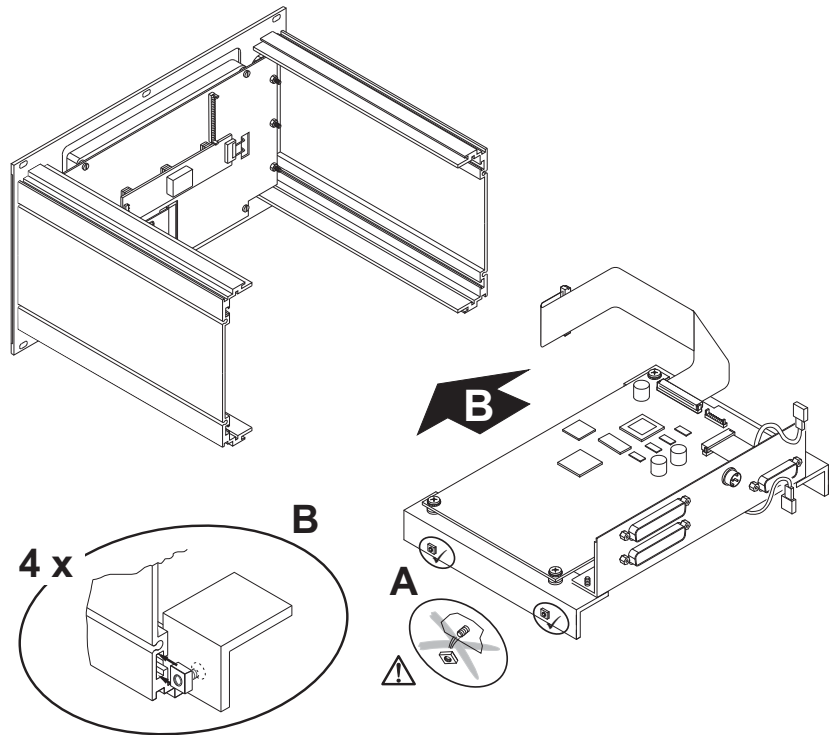

Bild 4-7: Einbau der Hauptplatine
10. Nehmen Sie die Hauptplatine und prüfen Sie, ob die Vierkantmuttern an den Trägerwinkeln locker aufgeschraubt sind, aber nicht abfallen (A). Richten Sie die Kanten der Mutter parallel zu den Winkelprofilkanten aus. Setzen Sie die Winkelprofile von innen auf die unteren Führungen der Seitenwände auf. Schieben Sie die Platine vorsichtig ohne zu Verkanten zwischen die Seitenwände. Führen Sie dabei die Vierkantmuttern in die entsprechenden Schienen ein (B). Achten Sie darauf, dass die Vierkantmuttern sich nicht lösen! (Bild 4-7)